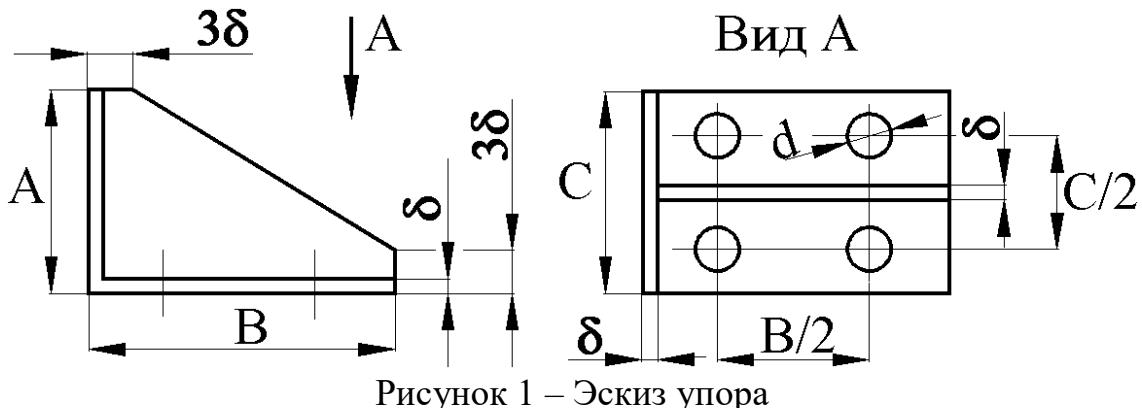

Рисунок 1 – Эскиз упора
2. Создать твердотельную модель упора в SolidWorks. Записать модель в папке D:/<№ группы>/<Ваша фамилия>. Выполнить копии экрана с простоянными размерами упора по варианту. Вставить рисунки в файл отчета и подписать, например, «Рисунок 1 – Эскиз упора». Копии экрана удобнее всего снимать программой HyperSnap. Для ее запуска следует нажать на иконку  на рабочем столе. На экране появится перекрестье. Щелкнув левой клавишей мыши, задаем, например, верхний левый угол будущего рисунка. Перемещая курсор, выбираем противоположный угол, опять щелкаем левой клавишей мыши. После этого происходит автоматический переход в программу HyperSnap, где уже находится изображение выбранного участка экрана. Далее следует сохранить рисунок под значащим именем, например, «Упор_размеры_1» или «Упор_размеры_2».